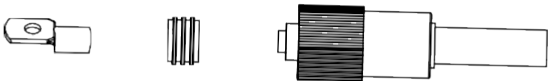

Imagen 3.3
- a) Pase el cable a través del terminal, tal y como se muestra en la imagen 3.3.